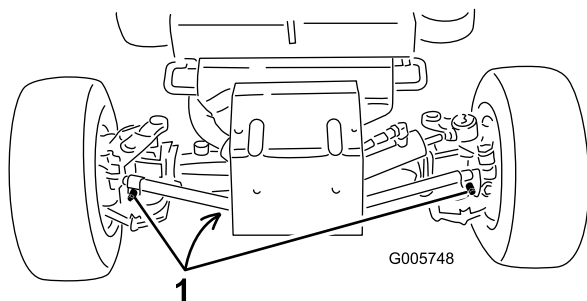

Bild 56
2. Reinigen Sie den Bereich um die Ablassschrauben (Bild 56).